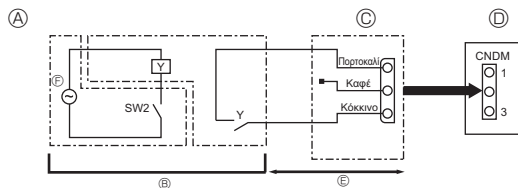

Fig. 10-2
10.2. Λειτουργία ρύθμισης (επιτόπου τροποποίηση) (μόνο για κλιματιστικά) (Fig. 10-2)